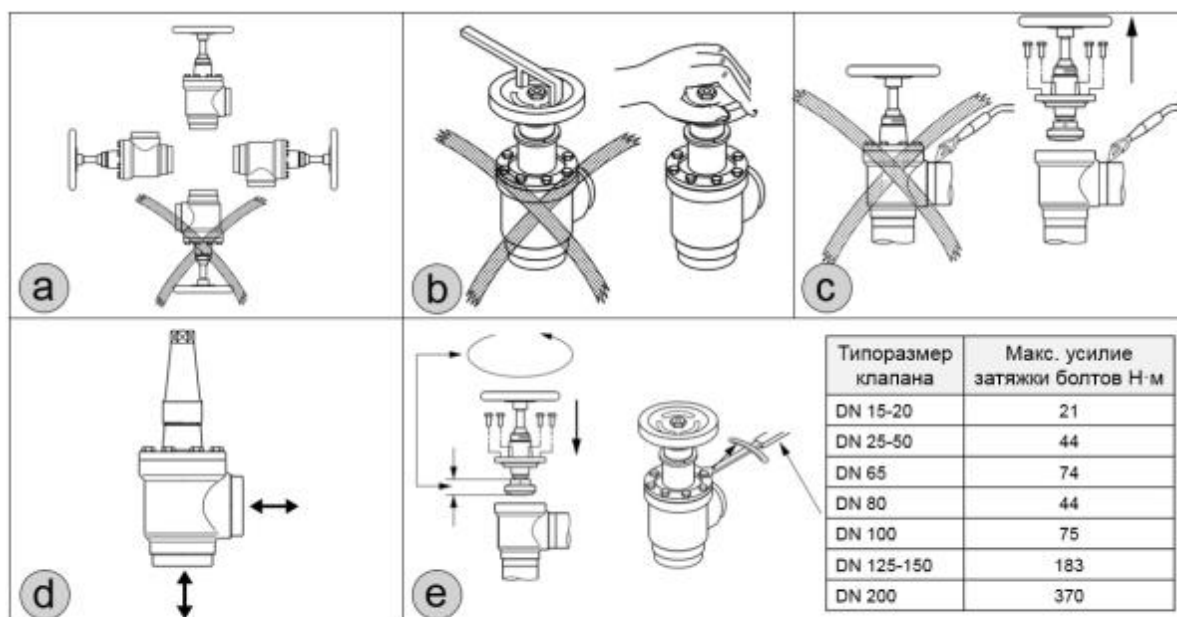

Рис. 4 Инструкция по установке
Клапаны SVA должны устанавливаться шпинделем ручного открытия вверх или горизонтально (рис. 4а). Рекомендуется устанавливать клапаны по направлению потока (рис. 4d), указанному стрелкой на корпусе клапана. Клапан может быть установлен стрелкой против направления потока рабочей среды, но при этом значение коэффициента  $k_v$  ( $cv$ ) уменьшится.
Перед проведением сварочных работ необходимо разобрать клапан (рис. 4с), чтобы избежать повреждения уплотнительных колец и тефлоновых уплотнений. Разбор клапана не обязателен, если температура между корпусом клапана и запорным органом во время сварки не будет превышать  $+150^{\circ}\text{C}$ . Эта температура зависит от метода сварки, а также от наличия охлаждения корпуса клапана во время проведения сварочных работ (охлаждение можно обеспечить, обернув корпус клапана влажной тканью).
необходимо заменить. Перед тем как установить запорную часть клапана в корпус, необходимо полностью выкрутить шток (рис. 4е), т.е. после сборки клапан SVA будет полностью открыт.
**Сборка** Перед сборкой клапана удалите из корпуса грязь. Убедитесь, что уплотнительные кольца не повреждены. Перед тем как установить запорную часть клапана в корпус, необходимо полностью выкрутить шток (рис. 4, e), т.е. после сборки клапан SVA будет полностью открыт.